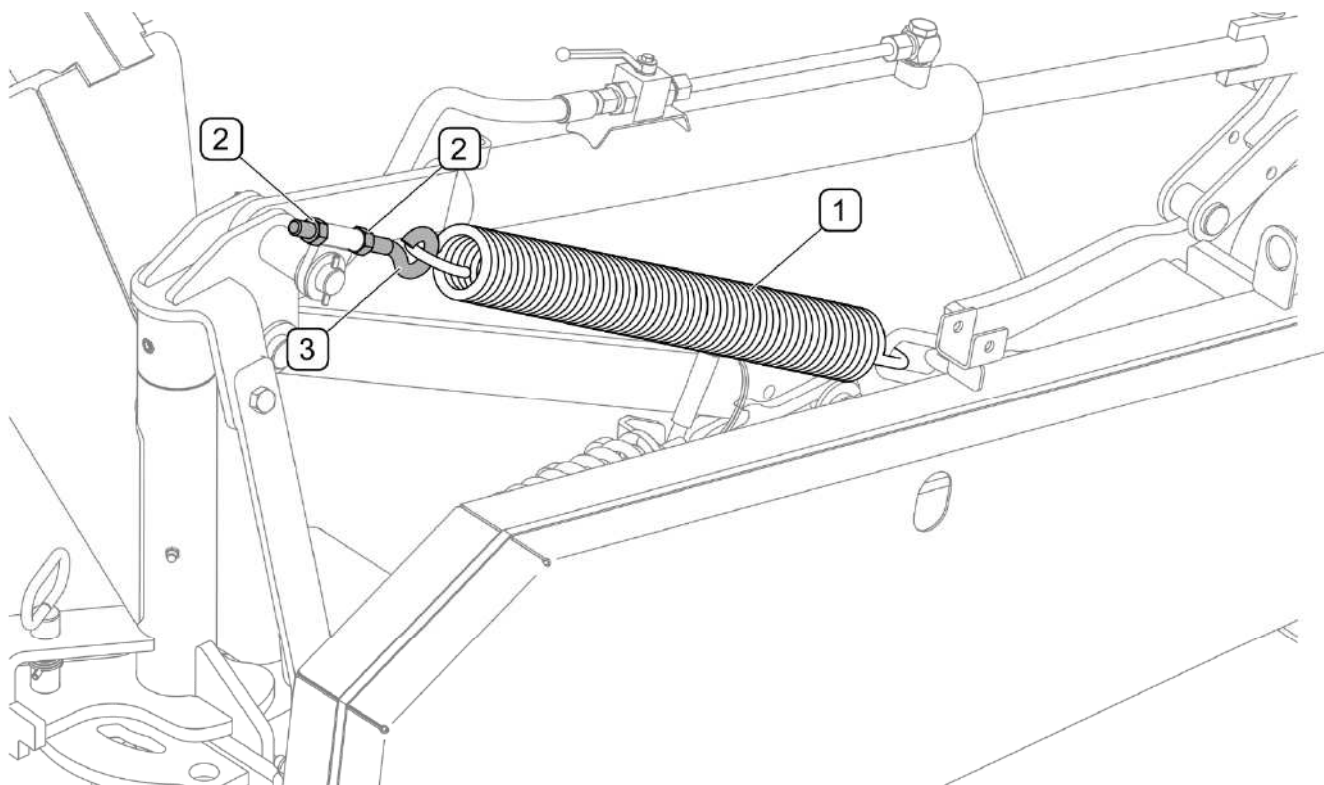

РИСУНОК 4.12 Регулировка разгрузочной пружины
(1) - разгрузочная пружина; (2) - регулировочные гайки; (3) - натяжитель;
Разгрузочная пружина (1) регулирует силу нажима режущего аппарата на почву (РИСУНОК 4.12). В зависимости от типа почвы и рельефа местности силу нажима на